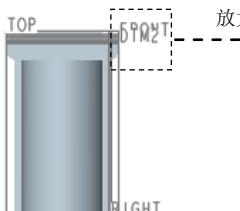

图 9.3 创建 DTM2 基准平面
Step4. 通过偏距平面的方法创建一个基准平面 DTM2，如图 9.3 所示。
(1) 单击 **模型** 功能选项卡 **基准** 区域中的“创建基准平面”按钮 。
(2) 选取 FRONT 基准平面为参考平面，然后输入偏距的距离值 0.5 (即 DTM2 平面在 FRONT 平面的下方)，单击 **确定** 按钮。
Step6. 选择下拉菜单 **文件**  **关闭 (C)** 命令，关闭所有窗口。
Step7. 选择下拉菜单 **文件**  **管理会话 (M)**  **拭除未显示的 (U)** 命令，在“拭除未显示的”对话框中单击 **确定** 按钮，拭除内存中的所有文件。